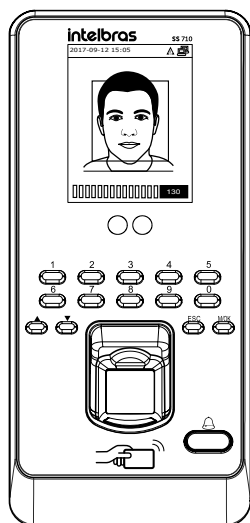

Figura 4
- » Ao aproximar-se do dispositivo, este apresentará a imagem da pessoa a ser cadastrada na tela, sugerindo um enquadramento (em verde) para iniciar a busca do template no banco de dados do dispositivo (figura 4). Se o usuário estiver cadastrado, o equipamento irá liberar o acesso, confirmando o ID do usuário, o nome (caso editado no software SoapAdmin 3.5), o modo da verificação (Face) e a mensagem: *Verificado com sucesso!* Conforme a figura 5.